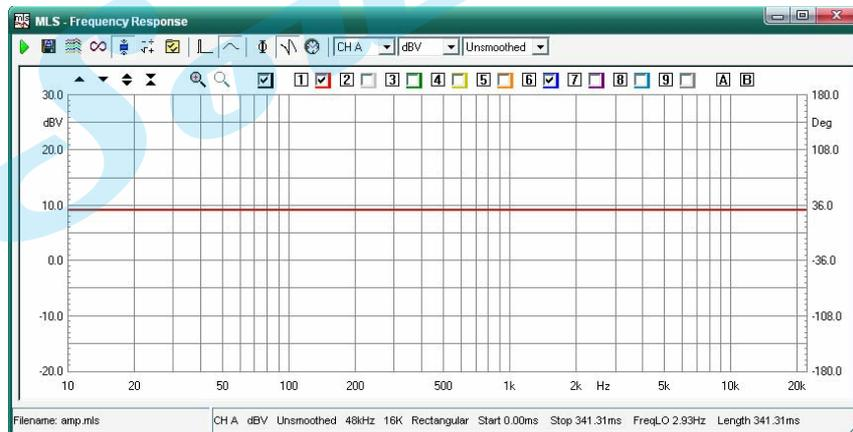

图9-22
12.1) 在进行扬声器测试之前将CLIO的B 通道测量输入与测试功放的输出连接好，测量通道选为B，单位由SPL 改为dBV 测量出功放的频率响应与增益如图9-22 红色曲线，并将测量结果保存到指定的位置。